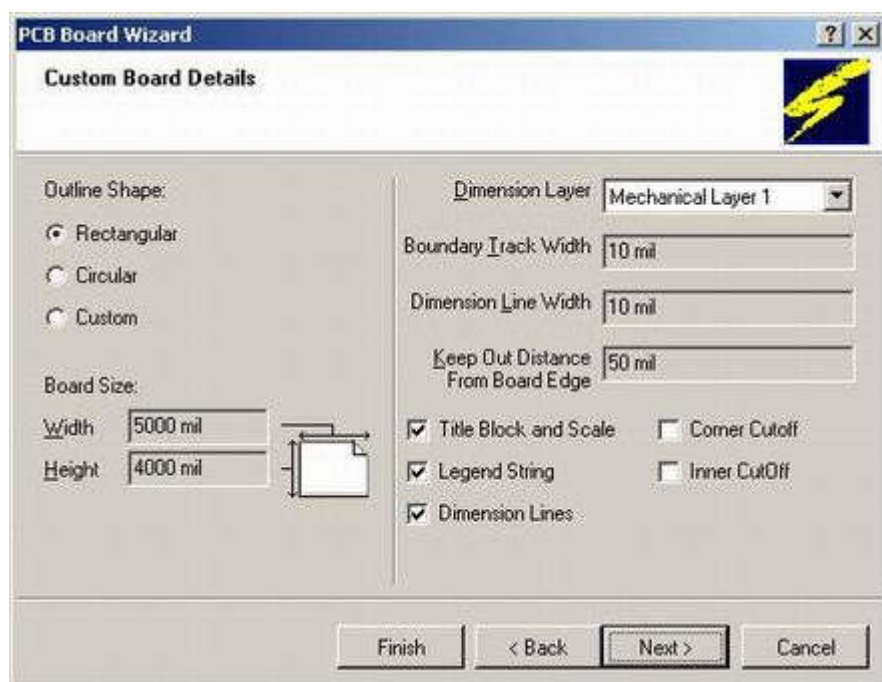

Рисунок 32 – Задание размеров печатной платы.
5. Появится окно, в котором требуется задать форму и размеры будущей платы (рисунок 32). В левой части окна в списке Outline Shape выберем опцию Rectangular (прямоугольная), а в текстовые поля Width (ширина) и Height (высота) введем 50 mm.